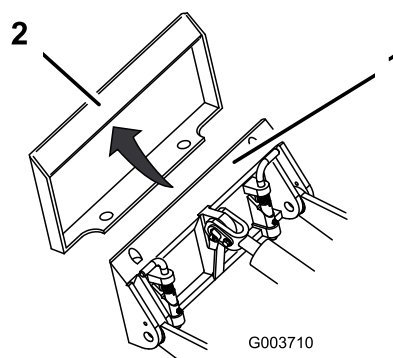

Figure 20
4. Placez la plaque de montage dans le bord supérieur de la plaque réceptrice de l'accessoire (Figure 20).